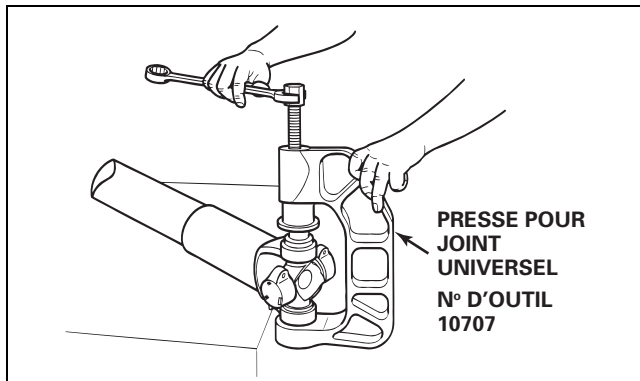

Figure 8
1. Positionner la presse pour joint universel (n° de pièce 10707) comme illustré dans la figure 8.